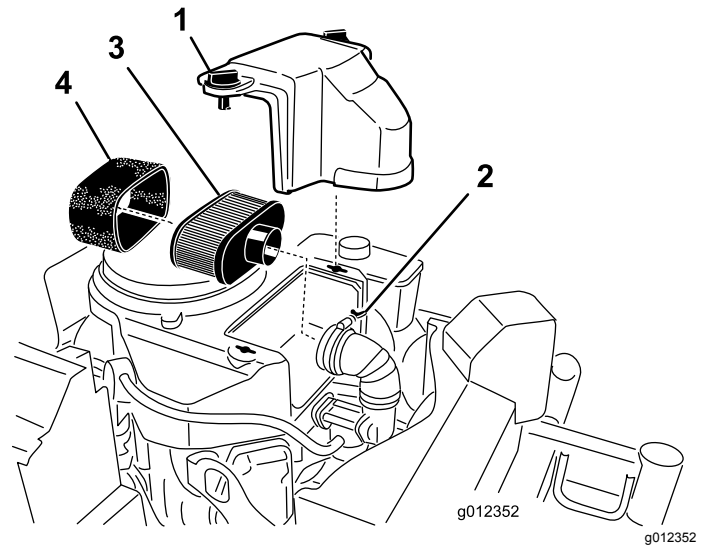

Figure 21
3. Nettoyez la surface autour du filtre à air pour éviter que des impuretés n'endommagent le moteur en tombant à l'intérieur (Figure 21).
4. Dévissez les boutons du couvercle et déposez le couvercle du filtre à air (Figure 21).
5. Dévissez le collier et déposez le filtre à air (Figure 21).
6. Sortez délicatement l'élément en mousse de l'élément en papier (Figure 21).
1. Ne nettoyez pas l'élément en papier. Remplacez-le (Figure 21).
1. Glissez délicatement l'élément en mousse sur l'élément en papier (Figure 21).
2. Posez le filtre à air sur sa base et fixez-le en place à l'aide des 2 écrous à oreilles (Figure 21).
- Mettez le couvercle du filtre en place et serrez le bouton (Figure 21).